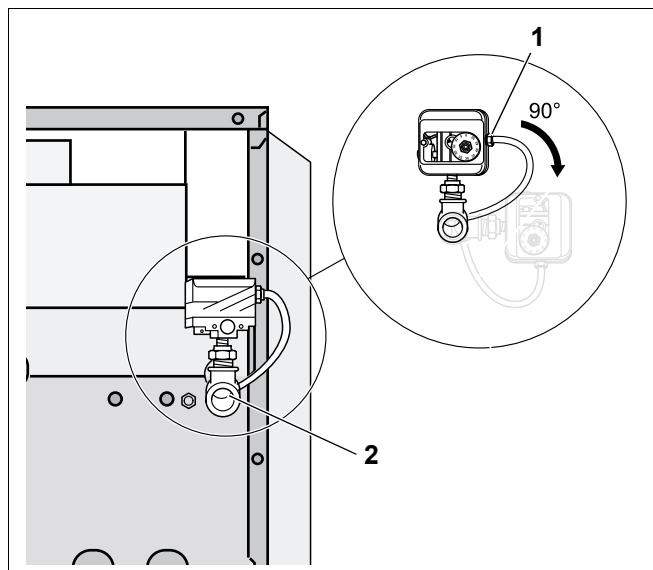

Рис. 23 Подключение газа
- Без натяжения подключить газопровод к газовому вводу котла (рис. 23, поз. 2).
- Установить поставляемый прибор контроля давления газа (рис. 23, поз. 1) непосредственно на штуцер отопительного котла для подключения газа (рис. 23, поз. 2) вместе с переходником, который также входит в поставку. Прибор контроля давления газа должен при этом смотреть вверх или наружу.